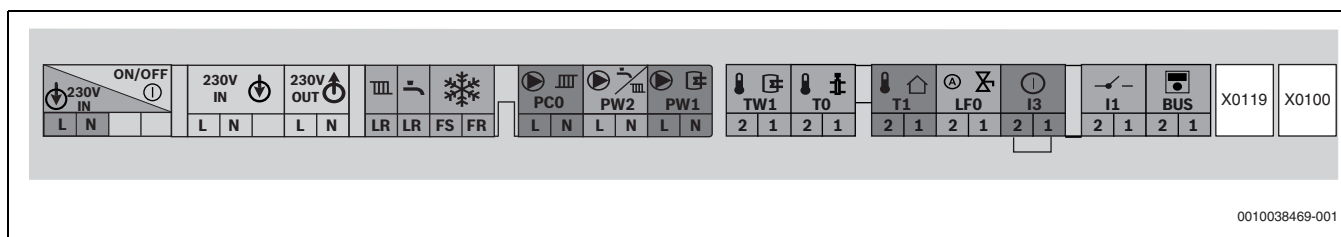

Bild 40 Klemmleiste für externes Zubehör
- Kabel an der Klemmleiste für externes Zubehör (→ Bild 40) anschließen.